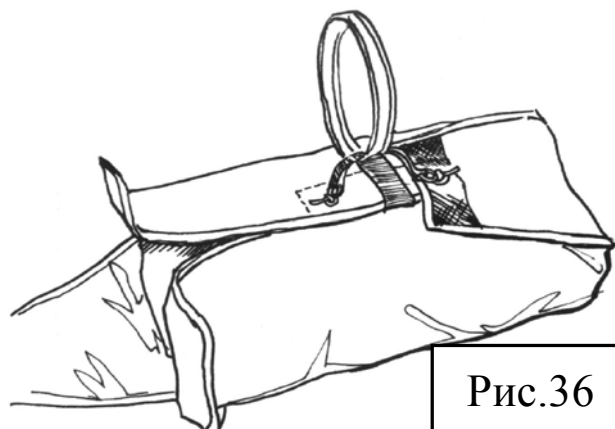

Рис.36
- III) Проденьте вспомогательный шнур во вторую петлю большого продольного клапана, затем через люверсы противоположного клапана и короткого поперечного клапана. Законтрите второй чекой на кольце (петле) ввода (рис.36).